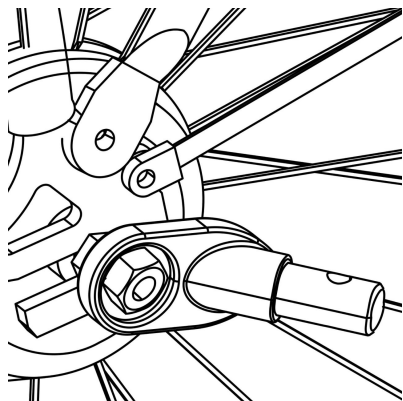

Abbildung 11
2. Mit Mutter versehene Achse: Schrauben Sie die Mutter mit Unterlegscheibe von der linken Seite der Hinterachse des Fahrrads ab. Montieren Sie die Kupplung an der Achse und schrauben Sie die Mutter mit der Unterlegscheibe wieder fest (Abbildung 11).